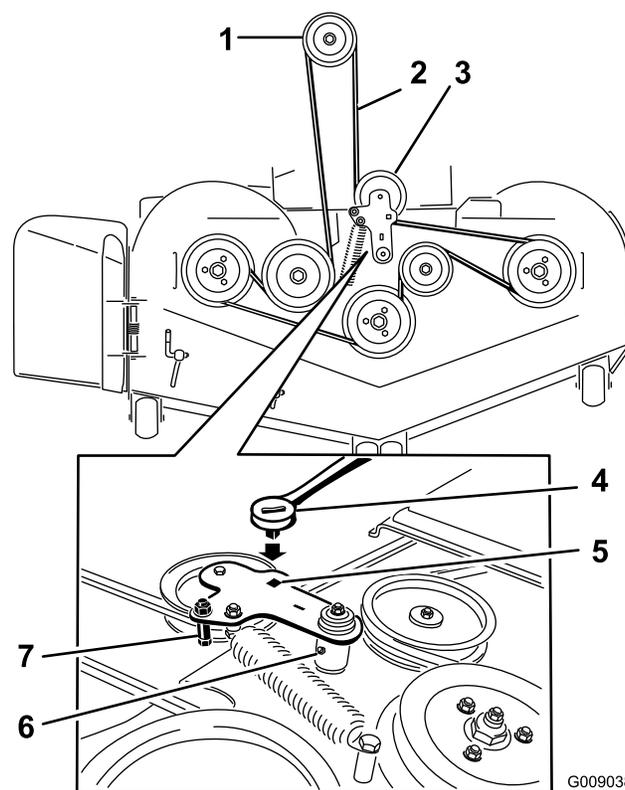

Figure 102
6. Soulevez le bac de plancher et insérez un rochet dans le trou carré de la poulie de tension du plateau (Figure 102).
7. Tournez la poulie de tension dans le sens horaire et retirez la courroie du plateau (Figure 102).